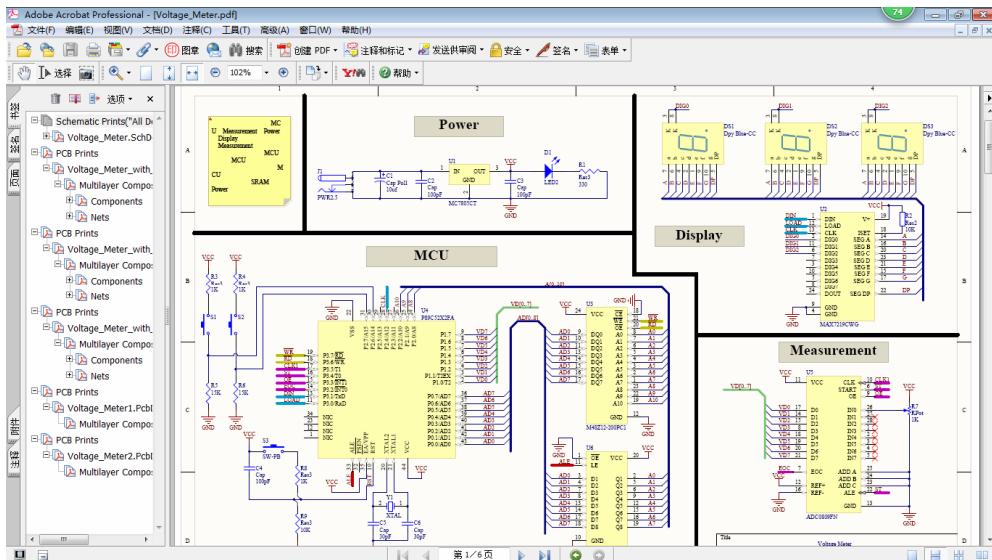

图 16-38 生成的智能 PDF 文档
(9) 单击 Finish 按钮, 系统按照前面各界面的设置创建 PDF 文档, 并使用 PDF 阅读软件打开, 如图 16-38 所示。